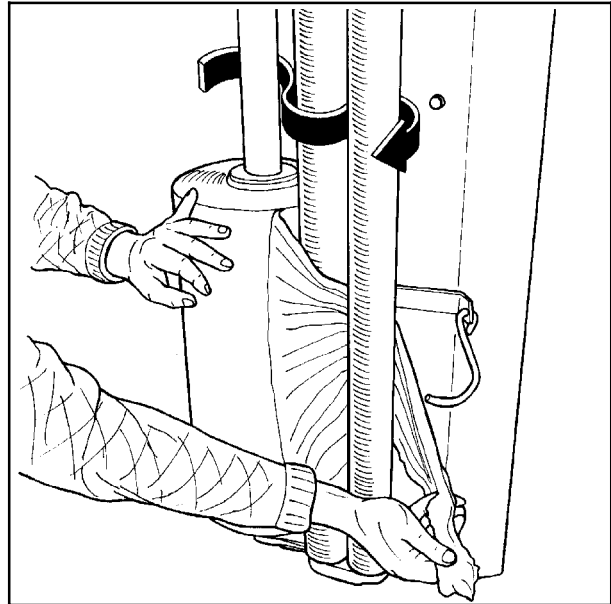

Bild 6-2
- 6.3 Die Folie wie abgebildet in Richtung der Pfeile zwischen den Rollen des Vorspanners hindurchziehen. (Siehe Abb. 6-2). (Siehe auch Schild am Wickelarm.)